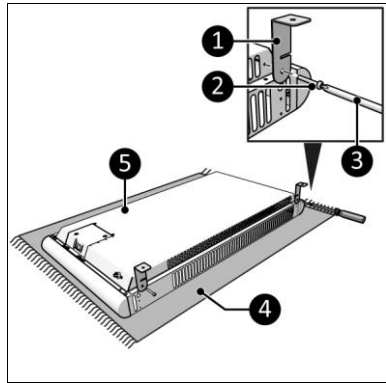

Afbeelding 8
1. Plaats het apparaat op een verticale en stevige ondergrond. Gebruik een waterpas bij het plaatsen van het apparaat (Afbeelding 8, pos. 1).
2. Plaats het apparaat zodat het een minimale afstand (Afbeelding 8) heeft van: